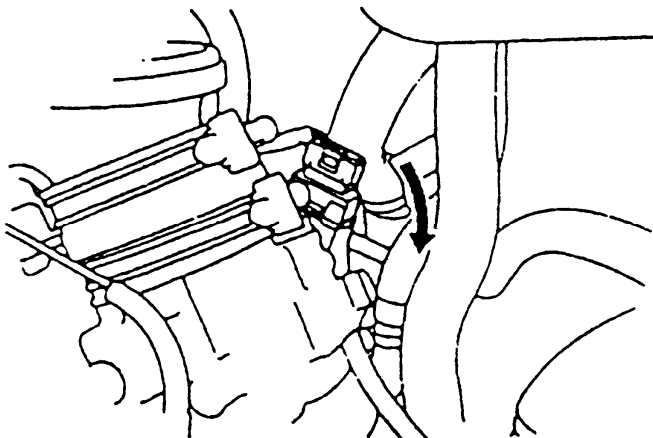

图 3-32 顺时针转动节气门位置传感器
(5) 检查怠速位置开关在 ON 时的车况资料 (DATA LIST)，1 号端子与 2 号端子之间应导通。
(6) 如图 3-32 所示，顺时针方向缓慢旋转节气门位置传感器，直到怠速开关位置信号由 ON 转成 OFF 时停止（1 号端子与 2 号端子不导通的那一点位置为止）。在此位置下锁紧节气门位置传感器的固定螺栓。